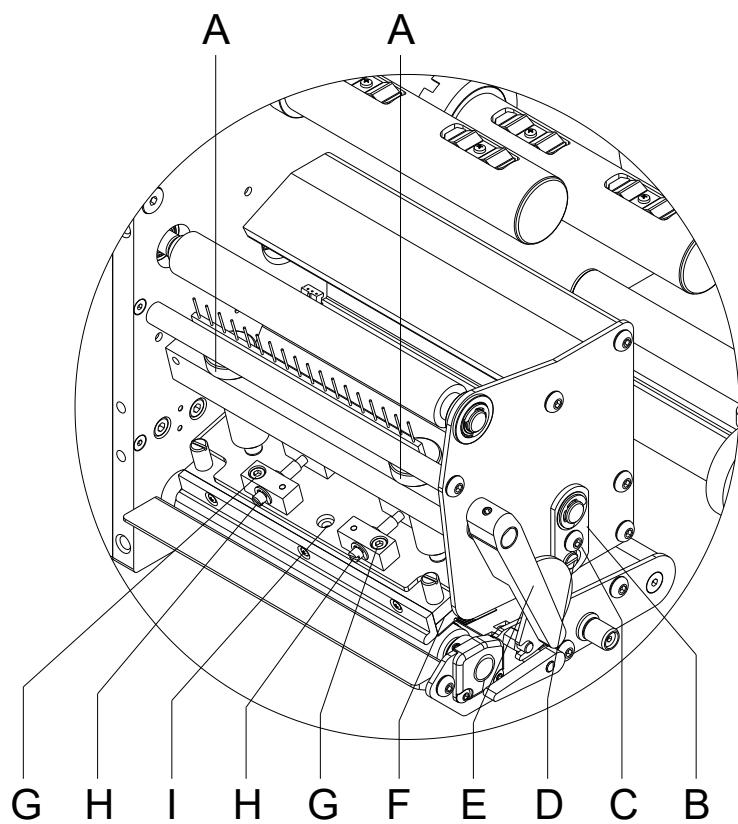

Figura 18
Si tras regular el paralelismo no se consiguiera que la anchura de la impresión fuese regular, se puede igualar con la ayuda de una placa de fijación (B, Figura 18).
1. Afloje el tornillo (C, Figura 18) girándolos aprox. $\frac{1}{4}$ de vuelta.
2. Gire la clavija excéntrica (D, Figura 18) para ajustar una impresión igualada. Continúe ajustando el cabezal de impresión hasta que la impresión en el text salga igualada.
3. Coloque de nuevo el tornillo (C, Figura 18).
La presión del cabezal puede modificarse con los tornillos (A, Figura 18) en el lado interior y exterior del cabezal, respectivamente. Un aumento de la presión del cabezal lleva en el lado respectivo a un mejoramiento del ennegrecimiento del formato de impresión y a un desplazamiento de la marcha de la cinta en la correspondiente dirección.
1. Gire el tornillo de presión (A, Figura 18) para modificar la presión del cabezal de impresión.
2. Gire el tornillo de presión (A, Figura 18) en el sentido de las agujas del reloj hasta que llegue al tope, se consigue un incremento de presión de 10N respecto al ajuste inicial de fábrica.
3. Gire el tornillo de presión (A, Figura 18) hacia el tope derecho, girándolo en dirección contraria a las agujas del reloj, se obtendrá el valor de regulación de fábrica.